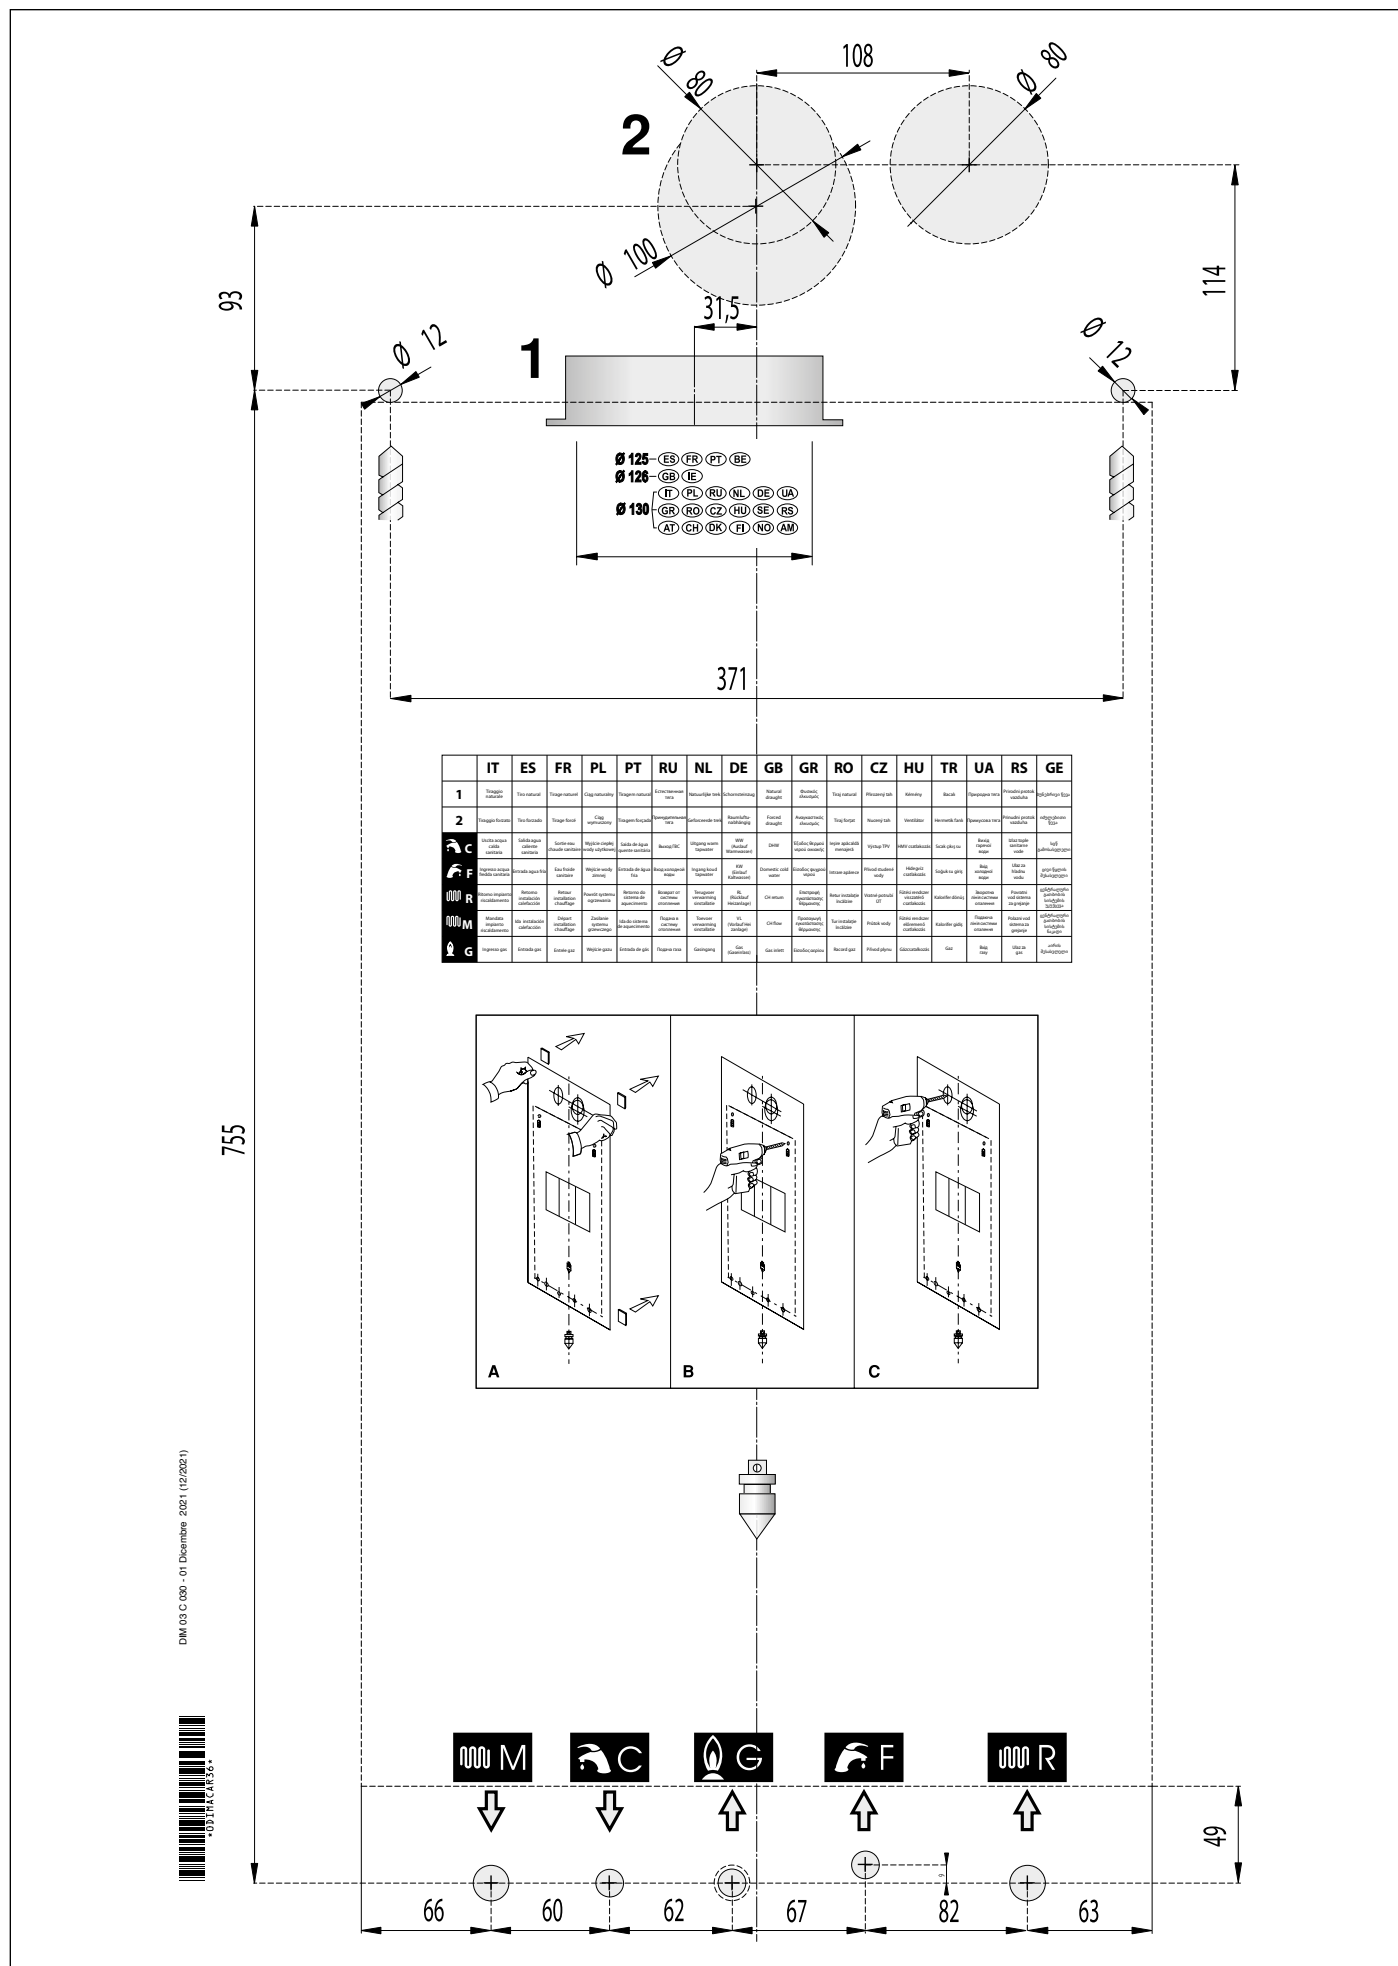

Рис. 5 Паперовий шаблон.
- монтажний паперовий шаблон (див. Рис. 5 Паперовий шаблон.).
Кожний котел забезпечений спеціальним паперовим шаблоном, що знаходиться в упаковці (див. Рис. 5 Паперовий шаблон.).
Подаюча та зворотні лінії контуру опалення повинні підключатися за допомогою підключень 3/4" **M** та **R** (дивись Рис. 5 Паперовий шаблон.).
В котлі труби подачі холодної води та вихода ГВС повинні підключатися за допомогою відповідних патрубків 1/2" **F** та **C** (див. Рис. 5 Паперовий шаблон.).